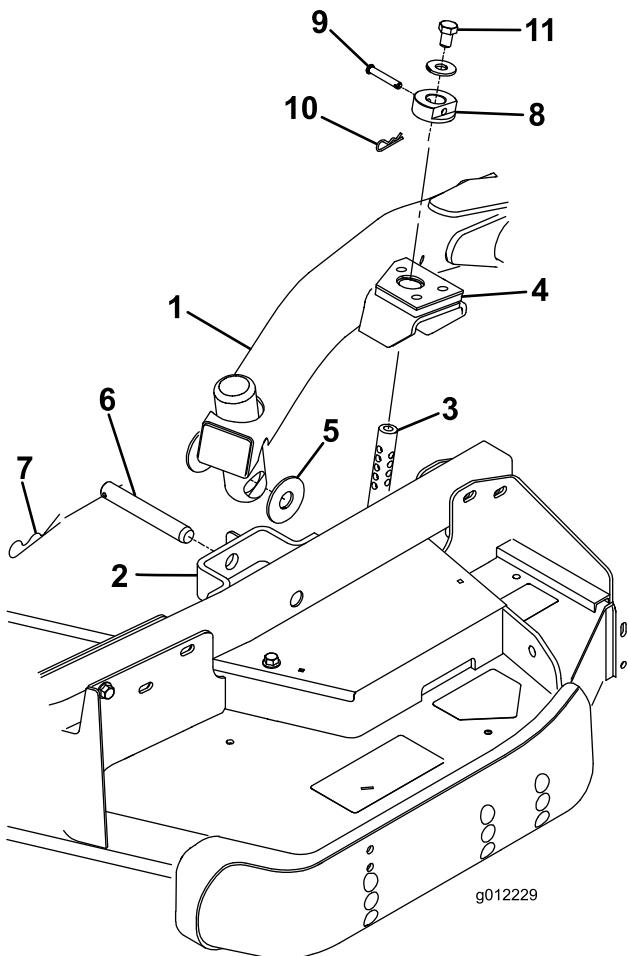

図 28
- 昇降レバーをフロート位置とする。昇降アームを押し下げて、昇降アームについている穴とキャスター・アーム・ブラケットについている穴を整列させ、昇降アームのパッドに刈高ロッドを挿入できるようにする (図 28)
- 刈高ロッドに刈高カラーを取り付け、クレビス・ピンとヘアピン・コッターで固定する (図 28) クレビス・ピンの頭をデッキの前に向けておく。
- 各刈高ロッドの上部に $1/2 \times 3/4"$ ボルトとワッシャを取り付ける (図 28)。
- スラスト・ワッシャ 2 枚、クレビス・ピン、ヘアピン・コッターを使って、昇降アームをキャスター・アームに固定する。スラスト・ワッシャは昇降アームとキャスター・アーム・ブラケットの間に挿入する (図 28) コッター・ピンを、キャスター・アーム・タブのスロットに差し込んで固定する。